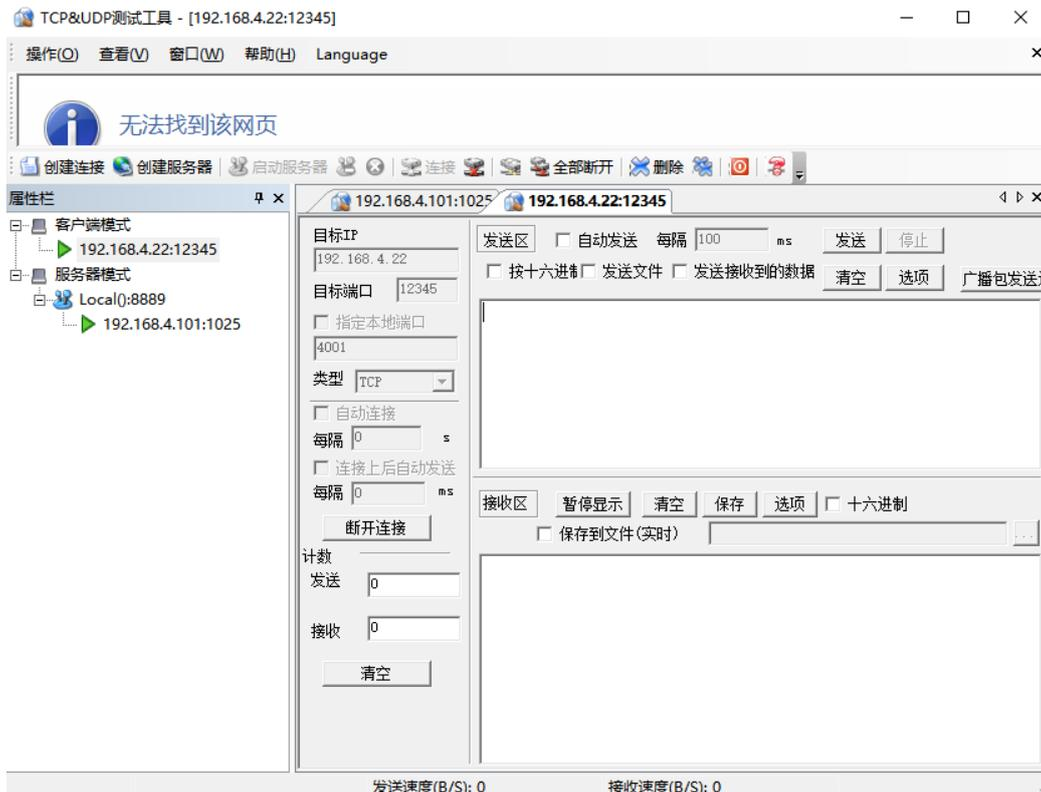

图 6-9 连接设置
(3) 如图 6-9，一个设备设置为 TCP Server，设置本地 IP(例：192.168.4.22)和本地端口(例：12345)，一个设备设置为 TCP Client，设置目标 IP(例：192.168.4.2 使用网络测试工具，该 IP 与电脑 IP 一致)和目标端口(例：8889)。